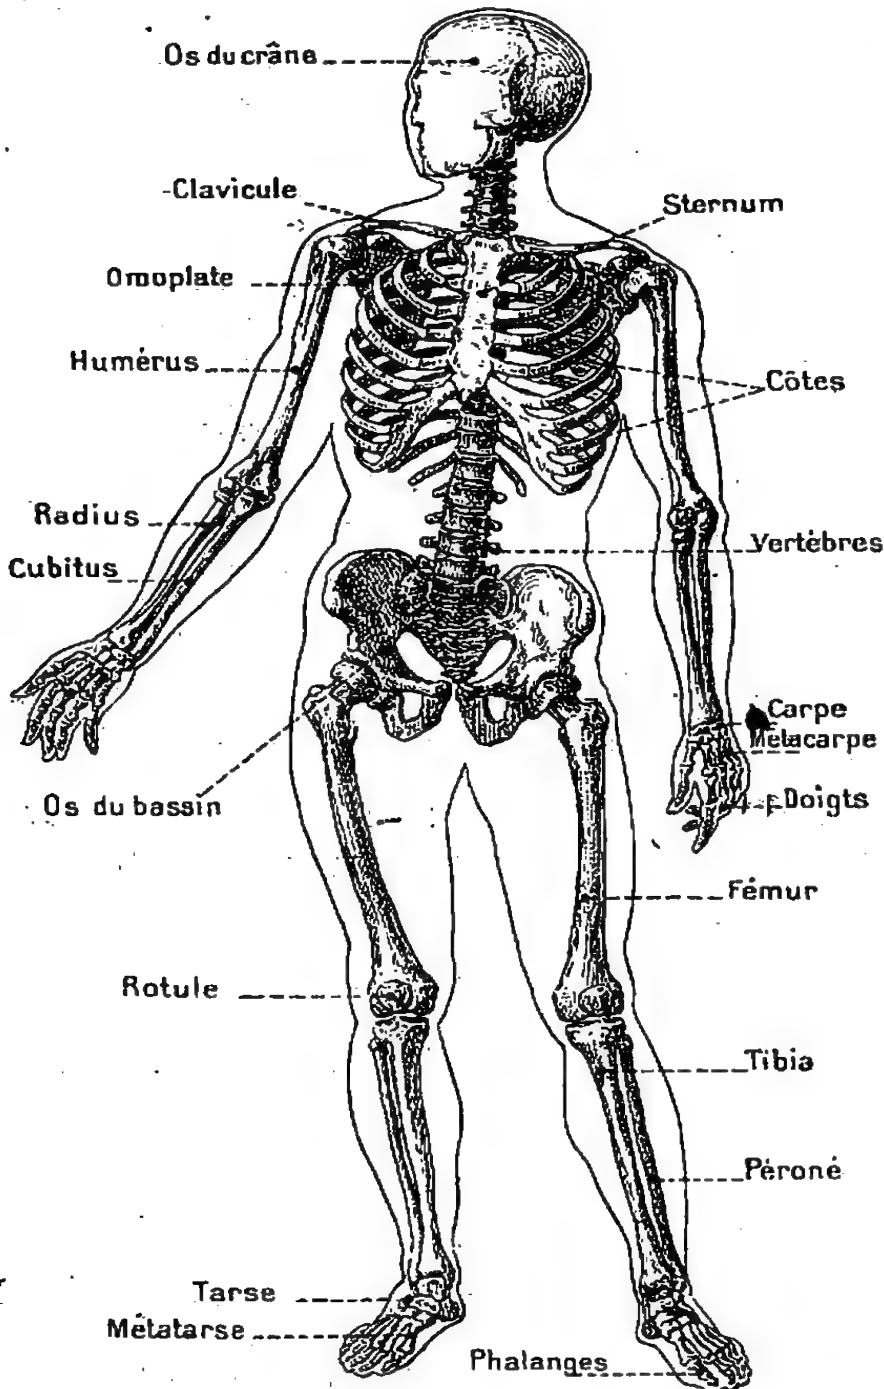

Fig. 131. — Squelette de l'homme.
*Le squelette est l'ensemble des os qui soutiennent les parties molles du corps chez les animaux vertébrés. — Celui de l'homme (fig. 131) comprend trois parties : la tête, le tronc, les membres.*